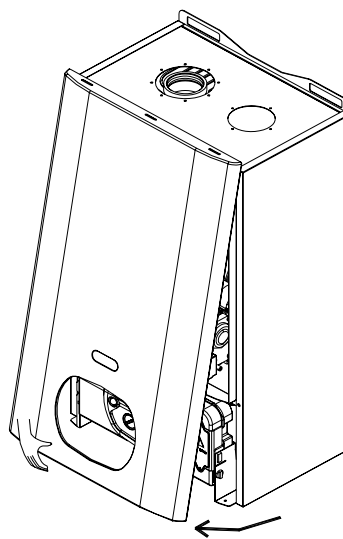
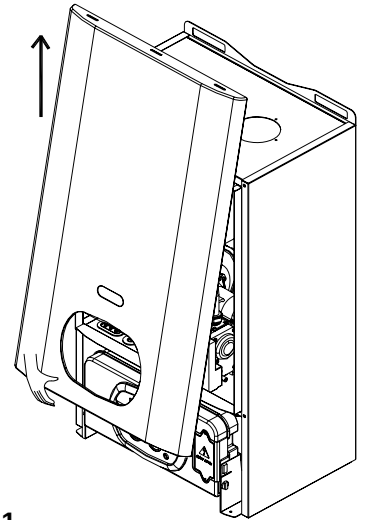

Fig. 1
Fig. 2
- afferrare il pannello frontale nella parte inferiore e, tirandolo verso se (fig. 1), estrarlo con movimento verso l'alto (fig. 2);
- rimuovere il pannello frontale (vedi fig. 1 e 2);